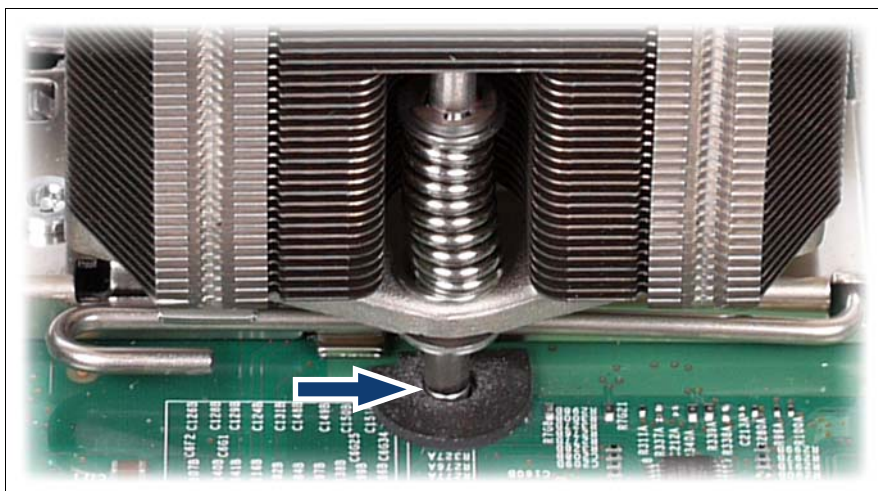

図 19: ボルトの位置合わせ
- ▶ ヒートシンクをプロセッサの上に慎重に取り付けます(38 ページ の図 19 を参照)。